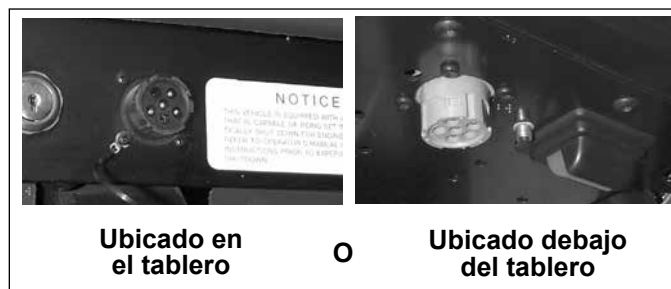

FIGURA 13 – UBICACIONES TÍPICAS DEL CONECTOR DE DIAGNÓSTICO DEL VEHÍCULO (J1708/J1587, J1939)
3. Comunica la información del código de falla apropiado en el vínculo de diagnóstico de comunicaciones en serie, según se requiera. Las herramientas de diagnóstico manuales o basadas en PC se conectan al conector de diagnóstico del vehículo, generalmente ubicado en o debajo del tablero (consulte la figura 13).